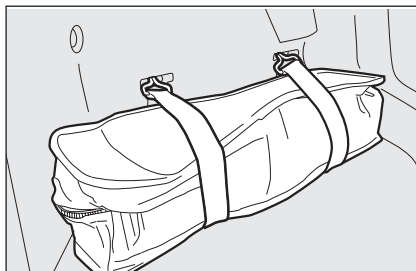

fig. 2
- ouvrir le hayon du coffre à bagages, prélever la trousse à outils **fig. 2** située sur le côté G du coffre à bagages, en décrochant les élastiques de maintien, et l'amener à côté de la roue à remplacer;